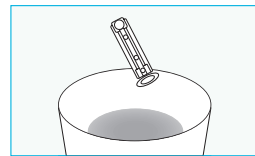

Abbildung 96
2. Ziehen Sie die Lanzette aus dem Lanzettenhalter heraus. Bitte entsorgen Sie die gebrauchte Lanzette ordnungsgemäß (Abbildung 96).